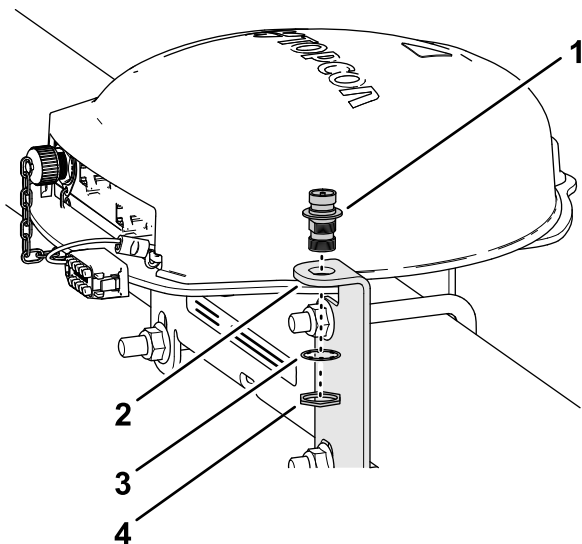

Figure 153
1. Passez le coupleur coaxial dans l'ouverture du support d'antenne RTK en orientant les filetages de traversée vers le bas (Figure 153).
l'écrou de blocage, et serrez l'écrou à la main (Figure 153).